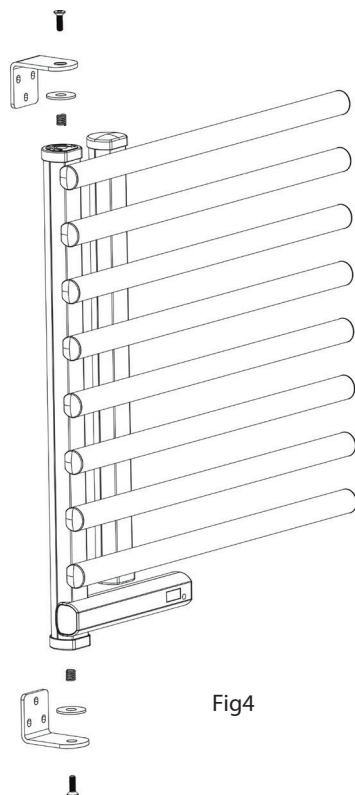

Fig4
4. Platzieren Sie die Feder wie in der Abbildung gezeigt am Produkt und befestigen Sie sie mit einer 6x35-mm-Schraube. Wiederholen Sie den Vorgang auf der oberen und unteren Seite auf dieselbe Weise. Siehe Abb. 4.